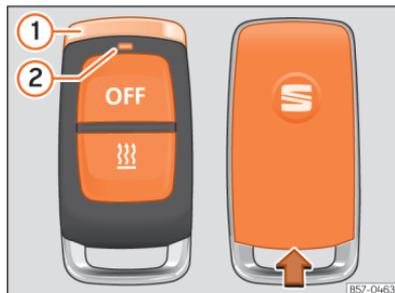

Fig. 96 Aquecimento estacionário: controlo remoto por radiofrequência.
Quando se pressionam os botões, o LED do comando à distância  **Fig. 96**  fornece ao utilizador diversas informações:
- Fixar o comando à distância com o pino cromado >>> Fig. 96 ① em posição vertical para acima.
- Introduza uma ferramenta adequada, por ex., uma chave de fendas, no sentido da seta na ranhura da estrutura do comando à distância >>> Fig. 96.
- Desloque a tampa no sentido contrário ao da seta até que encaixe >>> Fig. 96.